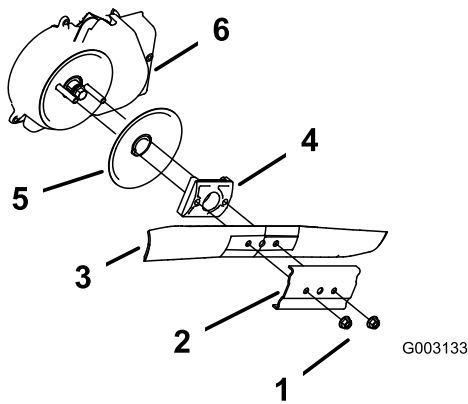

Figura 47
3. Togliete i due dadi della lama ed il rinforzo (Figura 47).
- Togliete la lama (Figura 47).
- Montate la lama nuova (Figura 47).